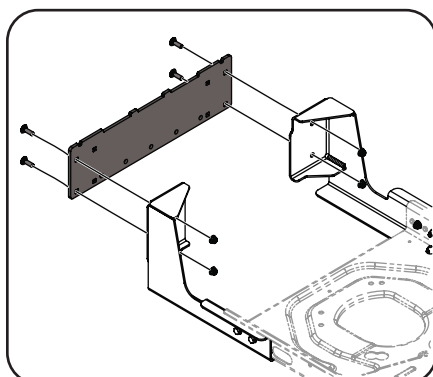

Figura 4-3
2. Instale la placa de soporte del montaje (783 06168) con cuatro tuercas (710-0276) y cuatro tornillos (712-04063) del paquete de elementos de ferretería (689-00567) como se muestra Figura 4-3.